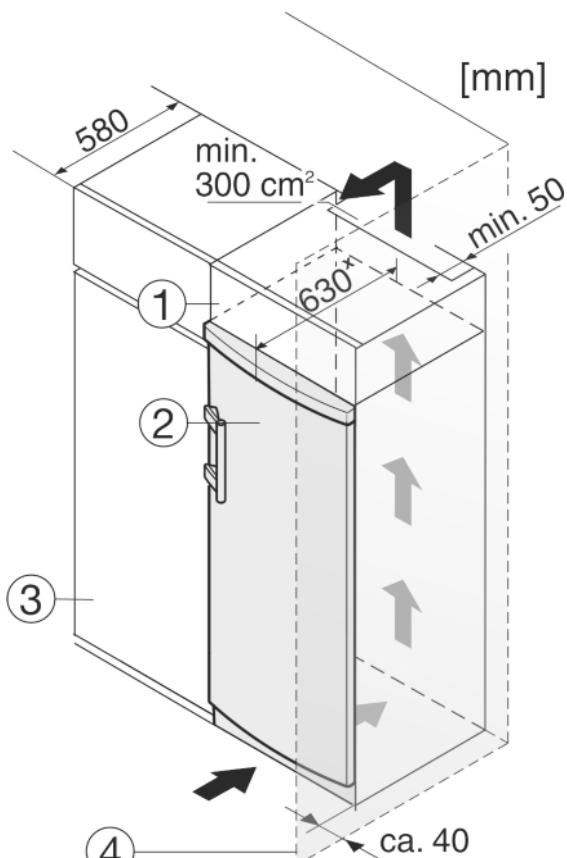

Fig. 9
Пристрой можна комбінувати з кухонними шафами. Для того, щоб пристрой Fig. 9 (2) вирівняти по висоті кухонної секції, на пристрой можна встановити антресольну секцію Fig. 9 (1).
У разі комбінування з кухонними шафами (максимальна глибина 580 мм) пристрой можна встановлювати безпосередньо поряд із кухонною шафою Fig. 9 (3). Пристрой виступає збоку на 34 мм^x і посередині на 50 мм^x відносно передньої панелі кухонної шафи.
Якщо пристрій встановлюється поряд зі стінкою Fig. 9 (4), відстань між пристроєм та стінкою повинна бути не менше 40 мм. Це відповідає необхідній відстані для ручки після відкривання дверцят.